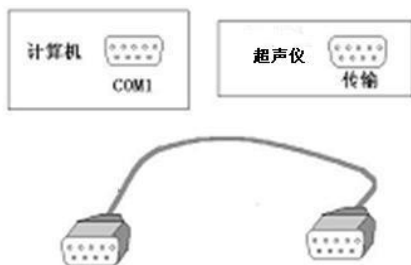

图 5.6 计算机与仪器连接
A. 进行文件传输之前需要按图 5.6 用我们提供的专用 **并口**(或**串口**)线将计算机并口 (或串口)与超声仪连接起来。